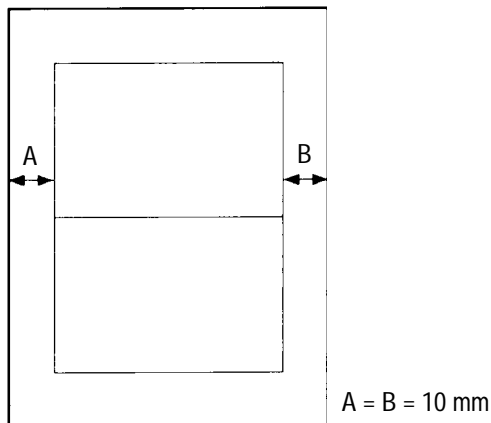

Abb. 5 - 122
- 1) Zunächst eine geeignete A4-Vorlage (siehe Abb. 5 - 122) vorbereiten.